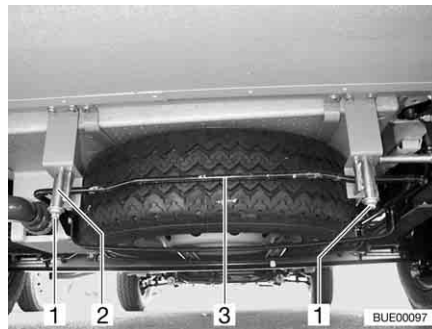

Bild 257 Ersatzrad-Halterung (Aufnahmekorb)
- Muttern (Bild 257, 1) am rechten und linken hinteren Haken (Bild 257, 2) der Ersatzrad-Halterung lösen.
- Bügel (Bild 257, 3) leicht nach oben drücken. Gleichzeitig Haken nach unten ziehen und Bügel aushängen.